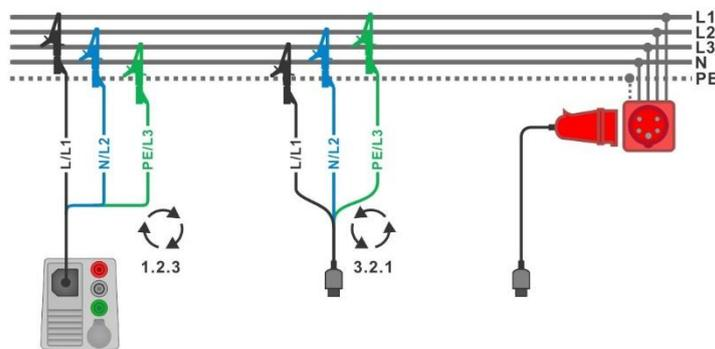
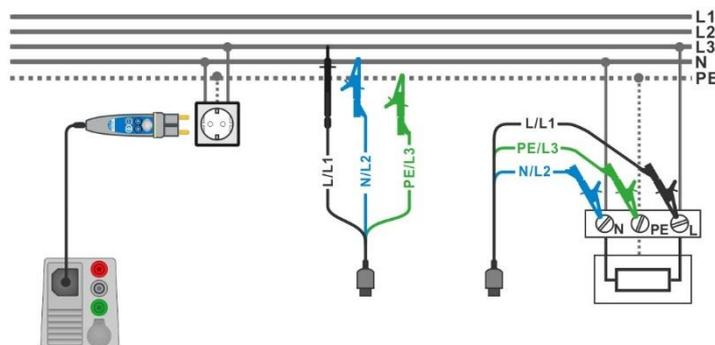

Abbildung 7.2: Anschluss des 3-Leiter Prüfadapters und des optionalen Adapters im Drei-Phasen-System
Abbildung 7.3: Anschluss des Commander-Prüfsteckers und des 3-Leiter Prüfadapters im Ein-Phasen-System
- Schließen Sie die Prüfleitungen am Prüfling an (siehe Abbildung 7.2 und Abbildung 7.3).